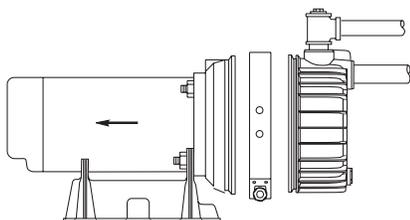

Figure 19 – Glisser le moteur vers l'arrière
Il n'est pas nécessaire de débrancher la pompe ni les tuyauteries pour réparer ou remplacer le moteur ou le joint (se reporter à la Figure 19). Si l'on remplace le moteur, remplacer également le joint de son arbre. Toujours garder un joint d'avance.
2. Déposer le collier de serrage (se reporter à la Figure 19).
3. Déposer les boulons de fixation de la pompe sur le socle. Le moteur et la moitié arrière de la pompe peuvent maintenant être éloignés de la moitié avant de la pompe (se reporter à la Figure 19). **PRUDEMMENT**, déposer le joint torique.